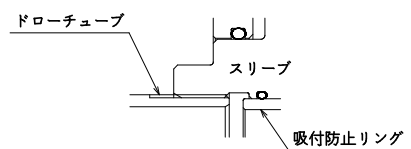

図2
1. ドローチューブへのネジ込み深さが深すぎる場合は、吸付防止リング端面(図2)をドローチューブで押すことになり、吸付防止ピンの変形・破損の原因となります。